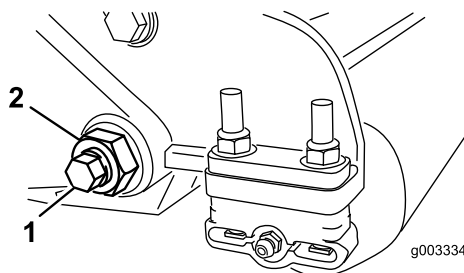

図 30
3. ベッドバーボルト図 30 を固定しているロックナット機体両側をゆるめる。
4. 各ベッドバーボルトを抜いてベッドバーを下に引き抜いて外す図 30。